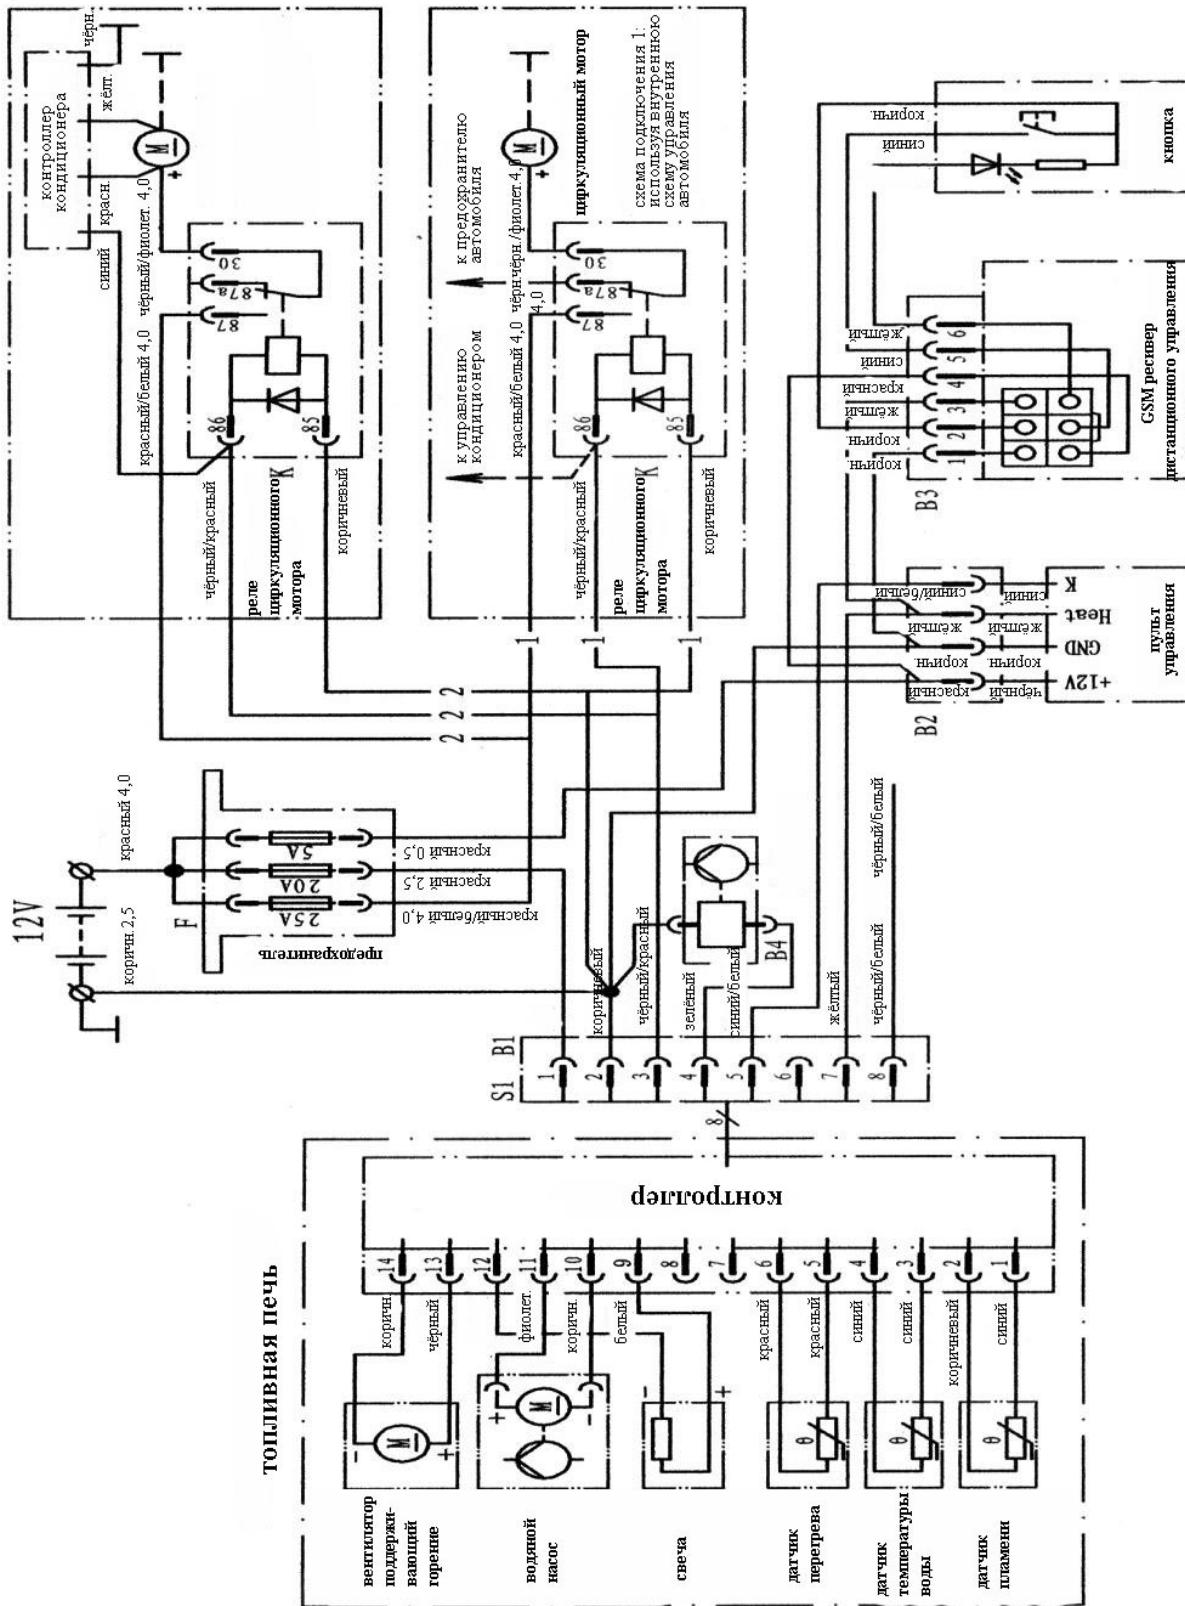
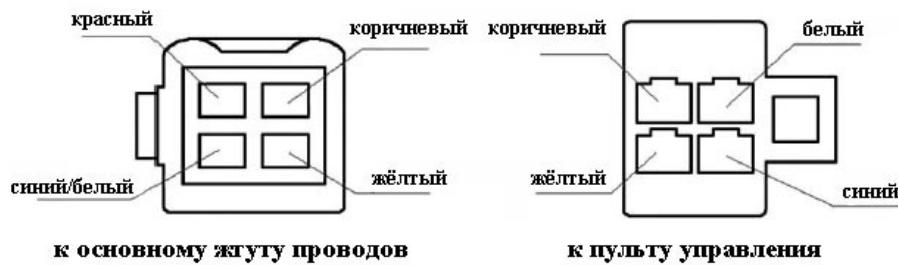

Рис. 10
Рис. 11
Электрическая схема печки представлена на Рис. 10.
4.6.5 Для компонентов, соединительные провода которых проходят через маленькие отверстия (например, пульт дистанционного управления), необходимо сперва пропустить эти провода через отверстия и только потом подсоединять их к разъёму. По этой причине эти провода не подсоединяются к разъёмам на заводе. Подключение проводов выполняется в соответствии с Рис. 10. Вам просто необходимо сделать правильные подключения. Подсоединение пульта дистанционного управления осуществляется в соответствии с цветом проводов и серийными номерами клемм на разъёме. Схему подсоединениясмотрите на Рис. 11.
5.5.2 Перед использованием установите в приёмник SIM карту сети GSM. Установите антенну. Закрепите устройство и внешнюю кнопку в соответствующем месте и подключите провода в соответствии с Рис. 10.